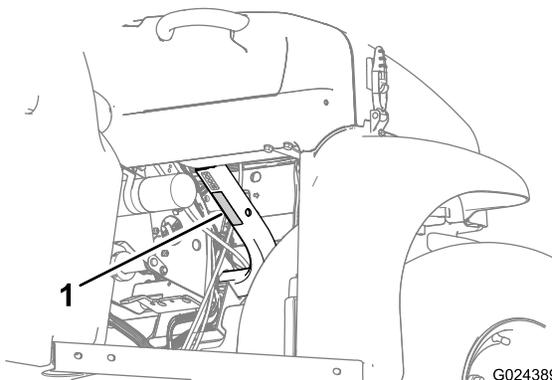

図 22
- 荷台に積むことのできる重量を守ってください。これらについては、仕様 (ページ 19) に記載してあります。また、車両最大定格総重量は機体の銘板に表示してあります 図 22。